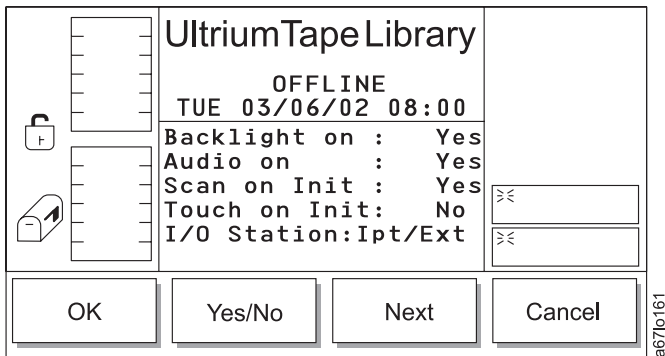

Abbildung 151. Konfigurationsdialog
- Wird **Config** ausgewählt, erscheint der Konfigurationsdialog (siehe Abb. 151 auf Seite 167).
Tabelle 100. Übersetzung von Abb. 151, Konfigurationsdialog